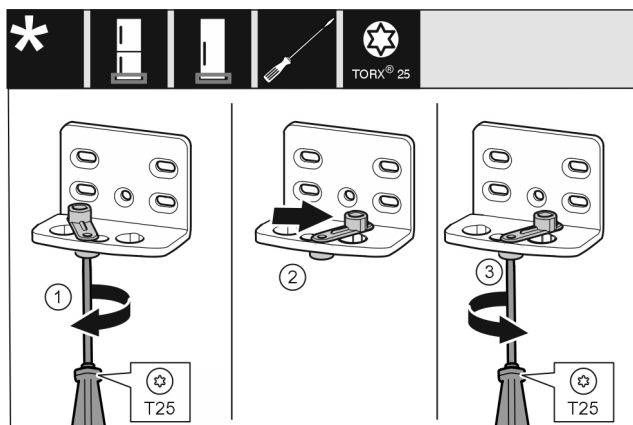

Fig. 14
- ▶ Lekko odkręcić śrubę przy pomocy śrubokręta T25. Fig. 14 (1)
- ▶ Unieść element ułatwiający zamykanie drzwi, a następnie obrócić w otworze w prawo o 90°. Fig. 14 (2)
- ▶ Śrubę przykręcić przy pomocy śrubokręta T25. Fig. 14 (3)